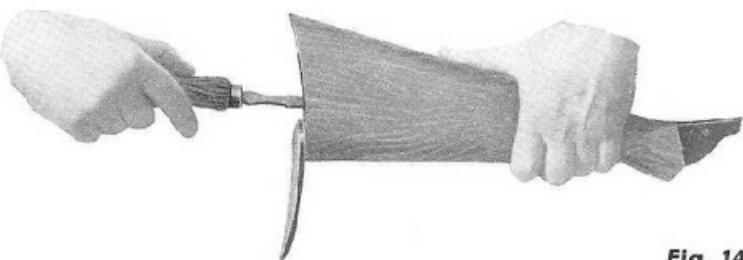

Fig. 14
- svitare una vite, allentare la seconda, far ruotare il calcio per mettere a giorno il tirante (fig. 14);